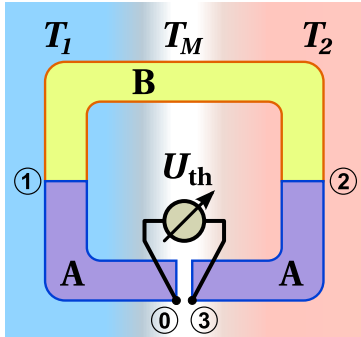

Abbildung 1: Thermoelement
Praktischen Nutzen hat solch ein Wegintegral erst, wenn es sich über eine Masche erstreckt. Natürlich wird der Integrationsweg dabei eine Strecke weit mit, eine andere Strecke weit entgegen dem Temperaturgefälle durchlaufen. Im (rechnerisch) geschlossenen Integrationsweg verbleibt die „Thermospannung der Materialkombination A,B“ als Differenz der Einzelspannungen in der Schaltung nach Abb. 1 (Thermoelement): An den Stellen ①, ② sind die beiden Leiter aus Materialien A, B miteinander verbunden. Leiter A ist an einer auf T_M befindlichen Stelle aufgetrennt, um die Spannung U_{th} zwischen den zwei Enden ③ und ① nachweisen zu können. Die gesamte Spannungs-Messeinrichtung soll sich auf dieser (unabhängig von T_1 und T_2 wählbaren) „Messwerk-Temperatur“ T_M befinden, damit dort keine weiteren thermoelektrischen Felder entstehen.